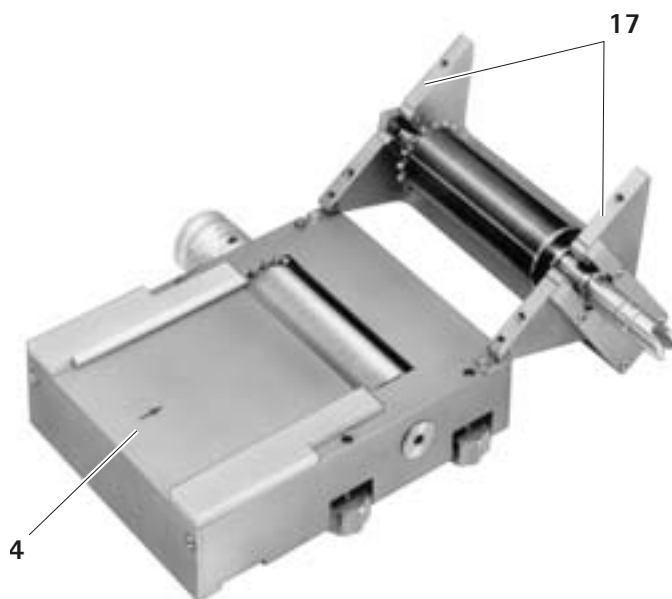

Рис. 2
- Откинуть верхнюю часть **17**, см. Рис. 2.
- Верхнюю часть **17** захлопнуть на нижнюю часть **14**, см. Рис. 2.